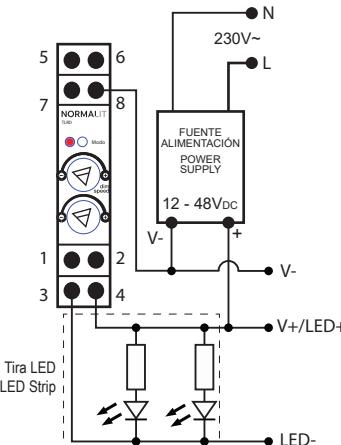

Fig. 1
- Funcionamiento con potenciómetro frontal de regulación (B) (Fig. 1):
- Operation with Rotary Knob (B) (Fig. 1):